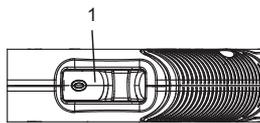

Fig. 7
Pour mettre le souffleur/balai en marche, glissez l'interrupteur marche-arrêt (1) vers l'avant (Fig. 7). Pour arrêter le souffleur/balai, glissez l'interrupteur marche-arrêt vers l'arrière de l'outil.